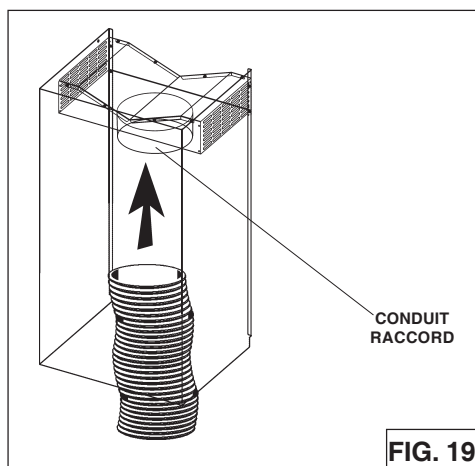

FIG. 19
4. Fixez le conduit extensible de 15,2 cm (6" po) sur le caisson et scellez les joints avec du ruban en aluminium pour conduits (Fig.19).